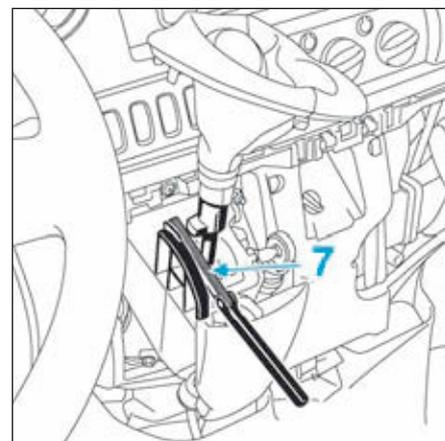

FIG.54
- Positionner et maintenir le levier de commande avec une cale de 10 mm (7) (Fig.54).